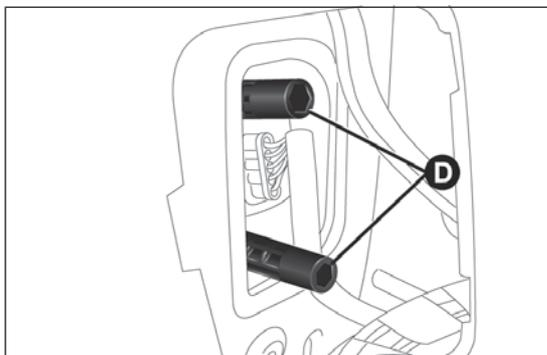

fig. 184
- con la llave Allen A, aflojar los dispositivos de fijación D fig. 184 del grupo óptico trasero;